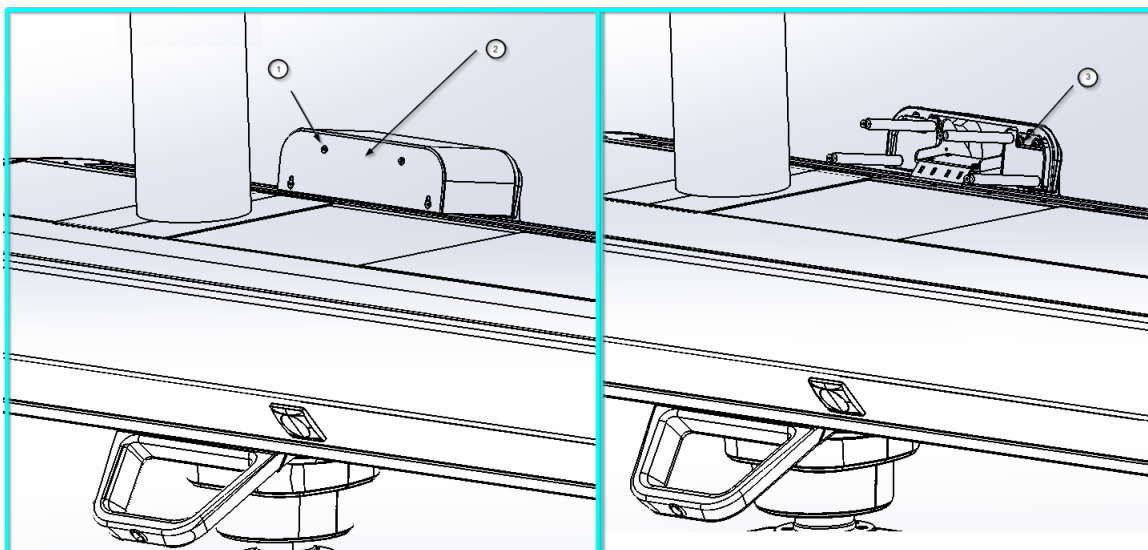

Fig.10 Démontage de la garniture supérieure
- Dévisser les vis de fixation ① qui maintiennent la garniture supérieure ② comme indiqué à gauche dans la figure 10.
- Retirez la garniture supérieure ②